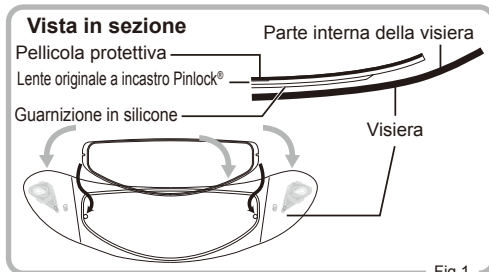

Fig. 1
- 1 Applicare il lato con la guarnizione in silicone della lente originale a incastro Pinlock® sulla parte interna della visiera, senza rimuovere la pellicola protettiva dalla lente. Allo stesso tempo, applicare la lente originale a incastro Pinlock® sulla parte interna della visiera inserendola nei perni eccentrici. (Fig. 1 e 2)